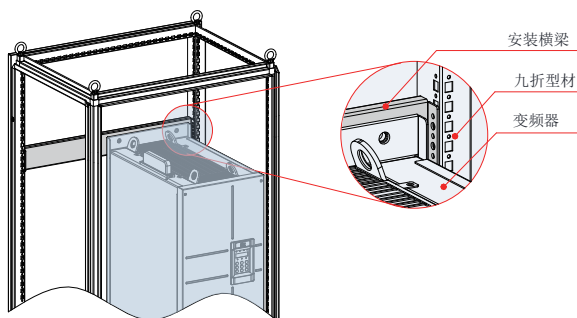

图 3-16 MD480T220P-L ~ MD480T500P-L 机柜 3D 示意图
- 2、MD480T220P-L ~ MD480T500P-L 装入九折型材 600mm 深机柜时，安装横梁必须向内弯折（如图 3-16 所示），借用立柱的空间（在装 800mm 深或以上标准机柜时，无此限制）。